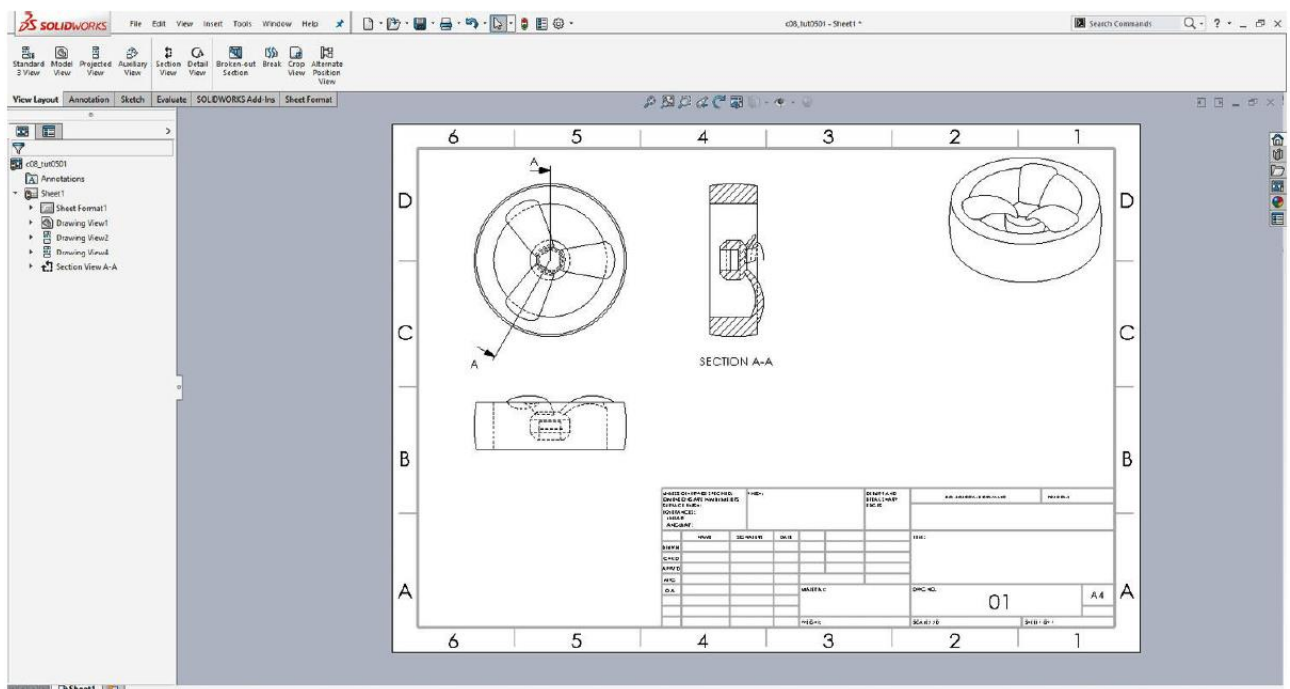

Рисунок 11.7 – Лист креслення після створення суміщеного розрізу
9. Перемістіть курсор праворуч від верхнього вигляду та розмістіть суміщений розріз (рис. 11.7).
10. Клацніть будь-де на аркуші, щоб зняти виділення з виду та вийти з менеджера властивостей. Аркуш після створення суміщеного розрізу показано на рис. 11.7.